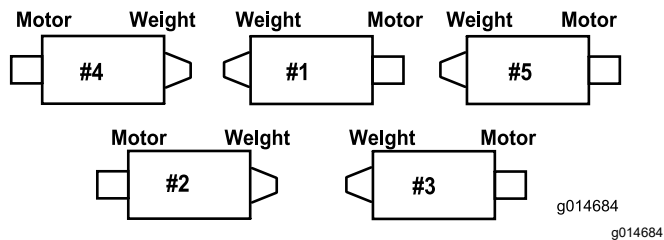
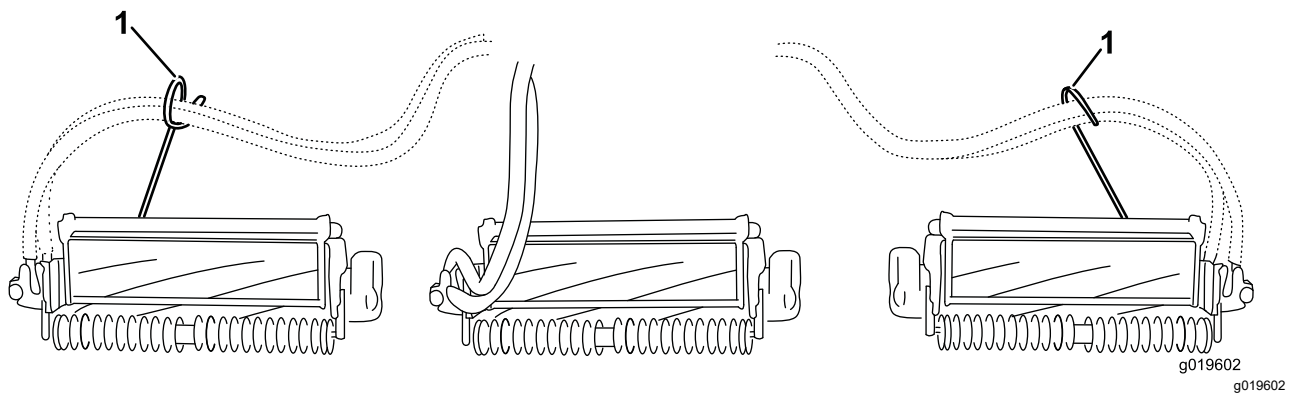
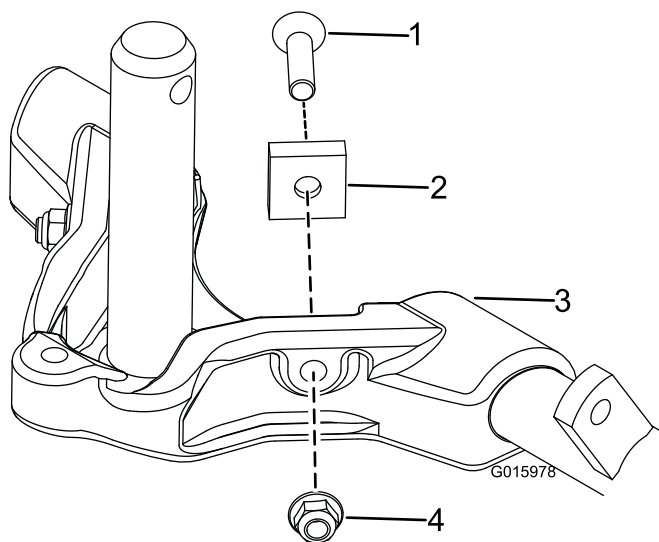

図 12
図 14
図 15
重要 #4左前カuttingユニットと、#5右前カuttingユニットでは、ロッドブラケット取り付けナットを使って、各ユニットのタブの前に、ホースガイドを取り付ける。ホースガイドは、中央カuttingユニットに向かって傾斜するのが正しい図 12 図 14。
6. 後ろのカuttingユニット2番と3番のキャリア・フレームから、ピボット・スペーサ、六角ソケットねじ、およびフランジロックナット各2図 15を取り外すことにより、これらのカuttingユニットの首振り追従性能を向上させることができます図 12。